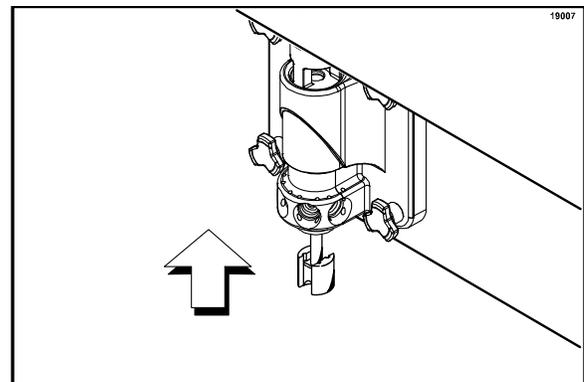

Figura 124
14. Introduzca el eje del asa del rotor en el centro del rotor y a través de la cavidad de la válvula de extracción, hasta que el eje aparezca en la parte superior de la válvula de extracción. El asa del rotor debe quedar alineada y enganchada en la parte inferior del rotor. Esto permite que el eje del rotor suba lo suficiente para quedar enganchado en el acoplamiento del rotor, en la parte superior. (Vea la figura 124).